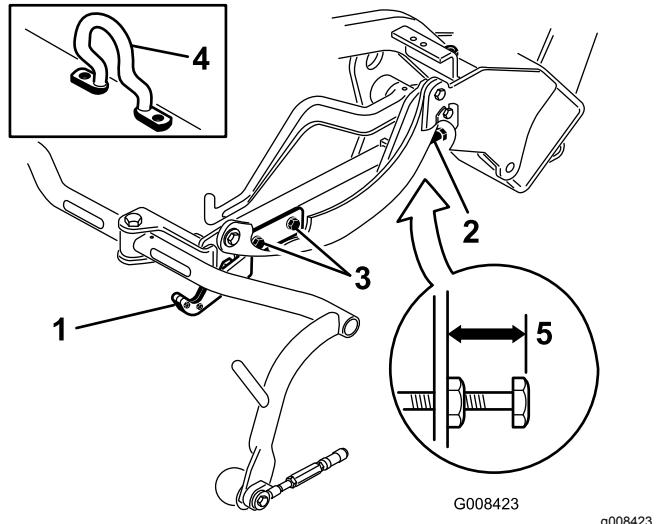
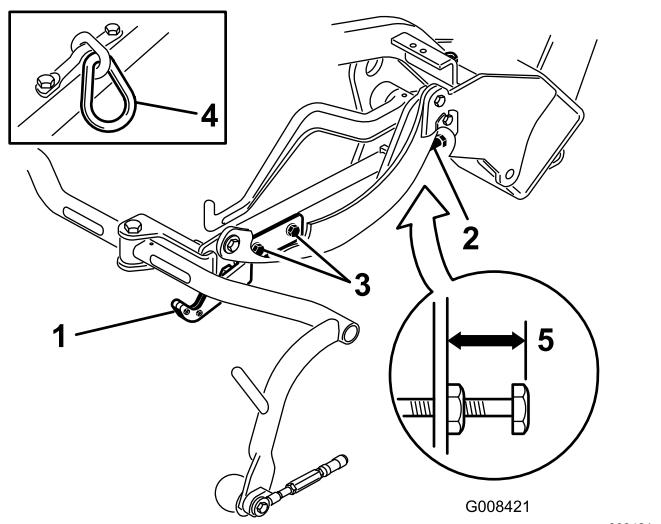
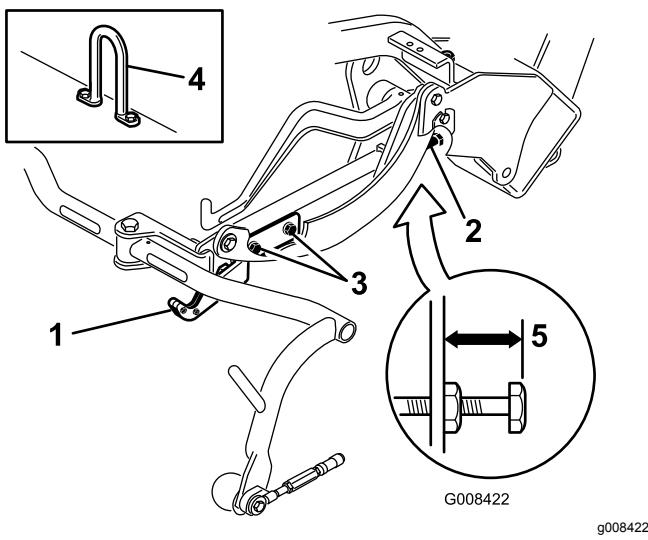

Рисунок 13
Рисунок 14
Рисунок 15
Проверьте и при необходимости отрегулируйте транспортную высоту (Рисунок 14 и Рисунок 15).
2. Если режущие блоки оснащены изогнутой подъемной проушиной (Рисунок 13, врезка), убедитесь, что расстояние от верха регулировочного винта несущей рамы до задней стороны несущей рамы составляет 25 мм. Если расстояние не равно 25 мм, перейдите к этапу 4.
4. Ослабьте винты крепления транспортной планки (Рисунок 14, Рисунок 15 и Рисунок 13).
7. Если несущие рамы находятся на разной высоте, ослабьте контргайку на регулировочном винте несущей рамы (Рисунок 13, Рисунок 14 и Рисунок 15). Выкручивайте винт для подъема и вкручивайте для отпускания. При достижении требуемой высоты затяните контргайку.